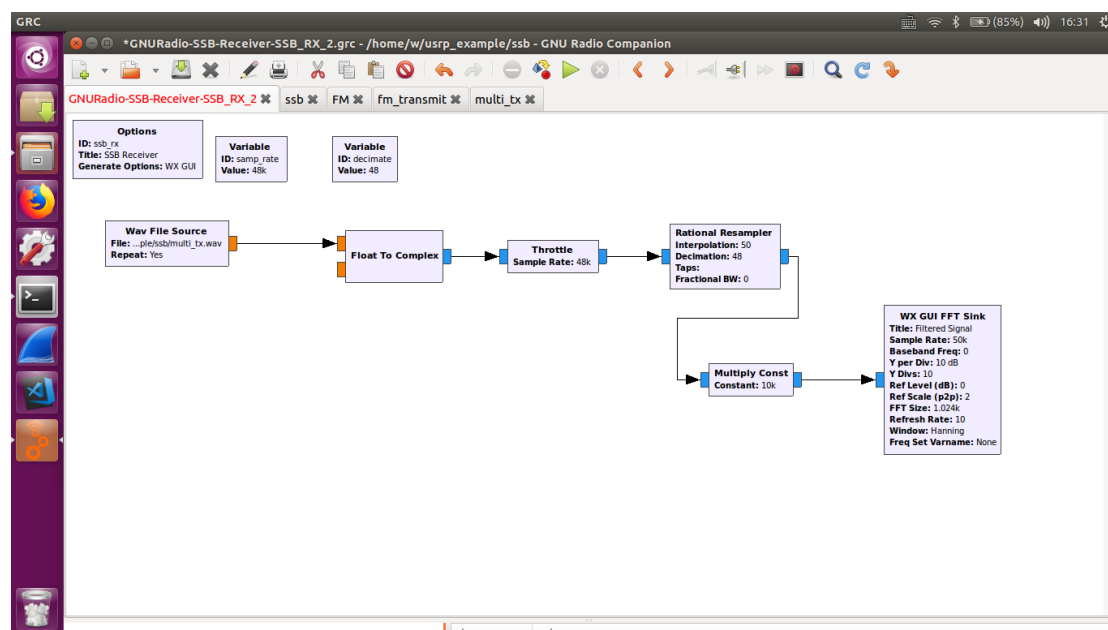

图 1
2.根据图 1 创建流程图，文件源设定为保存的数据文件，并将采样率的模块设定为接收信号的采样率 48K。Float To Complex 将输入数据变为复数，Throttle 控制 CPU 占用率，通过 Rational Resample 模块将采样率变为 50K，并将信号幅值扩大 10000 倍，并观察频谱。